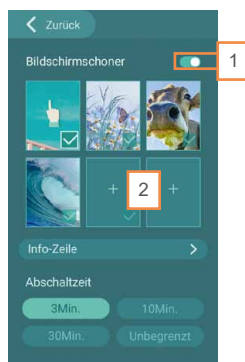

Abb. 2
- ▶ Wählen Sie Ihren individuellen Bildschirmschoner (Abb. 2) und übertragen Sie das Bild über die kostenlose ACR-BT App. Berühren Sie hierbei das Feld und folgen Sie den Anweisungen im Menü der Türstation bzw. nachstehenden Anweisungen der ACR-BT App.